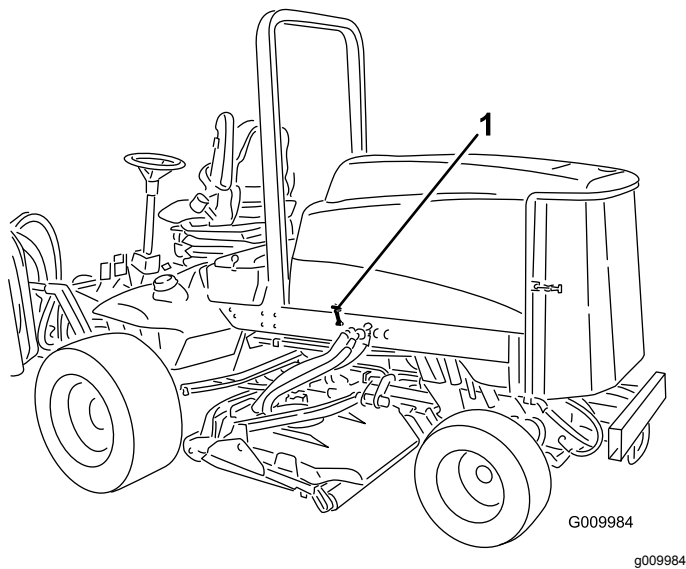

Figura 25
1. Rilasciate i fermi e il perno del cofano (Figura 25) e aprite il cofano.